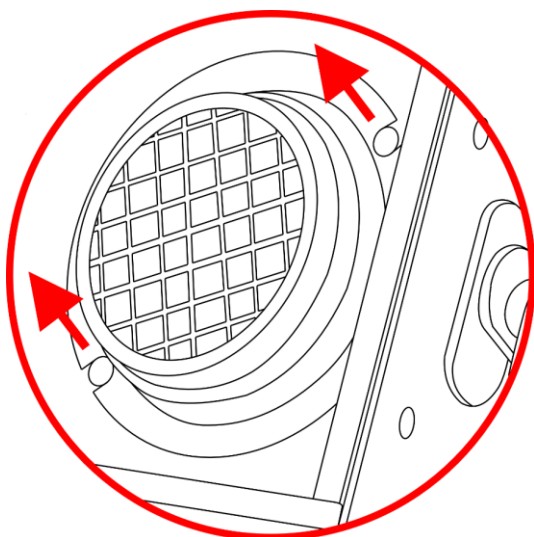

Fig. 03
- 01) Desserrez les 2 vis situées à l'avant du boîtier de la lampe (fig. 03).